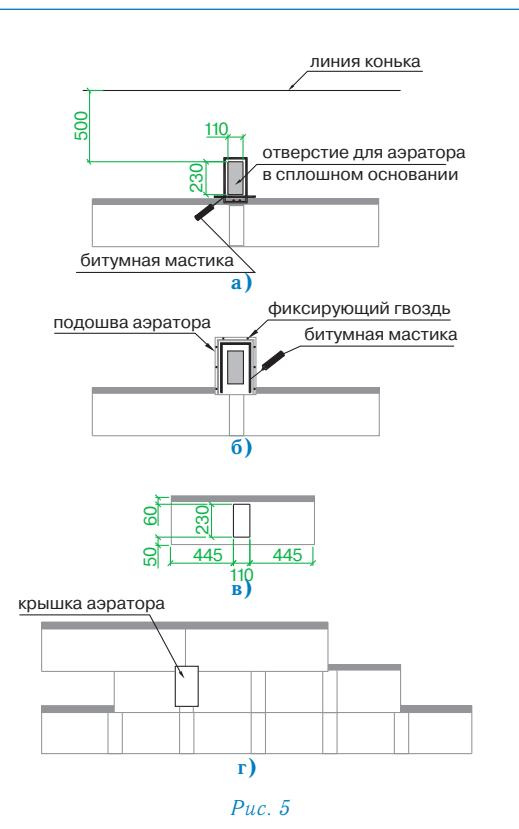

Рис. 5
### Установка аэратора (рис. 5)
- В сплошном основании кровли прорезается отверстие 11–23 см, расположенное согласно рис. 5а;
- корпус аэратора устанавливается поверх отверстия и фиксируется гвоздями из нержавеющей стали; по верхней и боковым сторонам подошвы корпуса также наносится битумная мастика (рис. 5б);
- далее укладывается очередной ряд черепицы; подошва аэратора при этом закрывается листом с заранее прорезанным в нем отверстием (рис. 5в);
- на корпус аэратора устанавливается крышка, которая фиксируется нажатием (до щелчка) (рис. 5г).